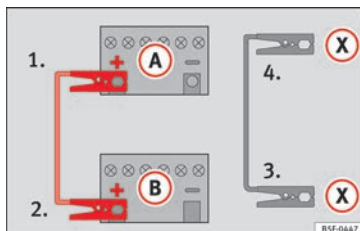

Fig. 130 Esquema de ligação para veículos com sistema Start/Stop.
- **Em veículos com sistema Start-Stop:** ligar uma extremidade do cabo *preto* de emergência (X) a um terminal de massa adequado, a uma peça de metal maciça que esteja aparafusada ao bloco do motor, ou ao próprio bloco do motor » » » **Fig. 130.**
5. Ligue a outra extremidade do cabo *preto* de emergência (X), no veículo com a bateria descarregada, a uma peça de metal maciça que esteja aparafusada ao bloco do motor ou ao próprio bloco do motor, mas o mais afastado possível da bateria (A).